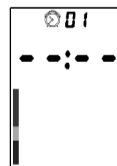

Fig. 4
1. Con el dispositivo en standby, pulsar el botón “F” dos veces para entrar en la modalidad de alarma 01 (Fig. 4);